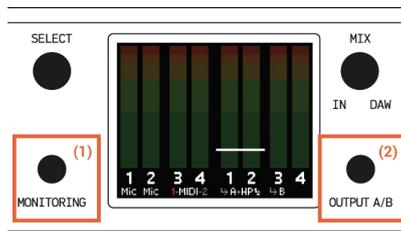

Abb. 40
2. Drücken Sie kurz gleichzeitig die Tasten MONITORING (1) und OUTPUT A/B (2), wie in Abb. 40 gezeigt.